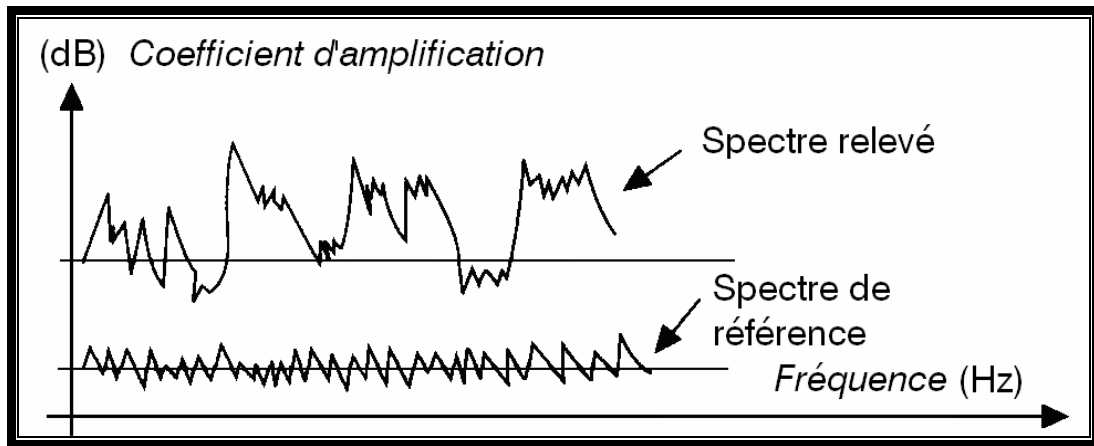

Fig. 6b. Comparaison entre les deux spectres de vibration
- et par une analyse plus fine, le constituant défectueux (fig. 6b).